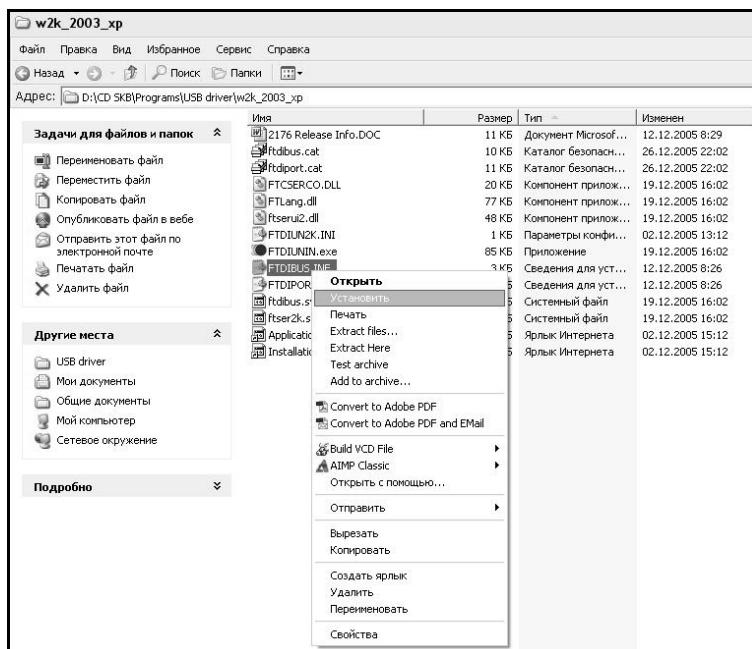

Рисунок 2.3 - Окно ручной установки драйвера
- нажать правой клавишей мыши на файле FTDIRBUS.INF в выпадающем меню выбрать пункт «Установить» (рисунок 2.3);